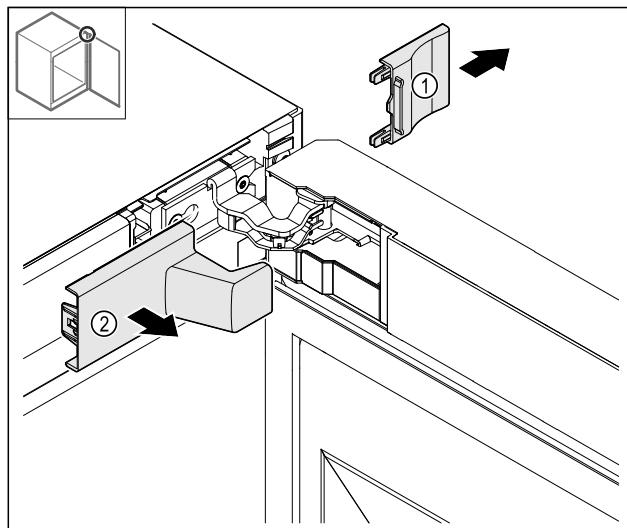

Fig. 14
- Отстранете капака Fig. 14 (1) и след това Fig. 14 (2).